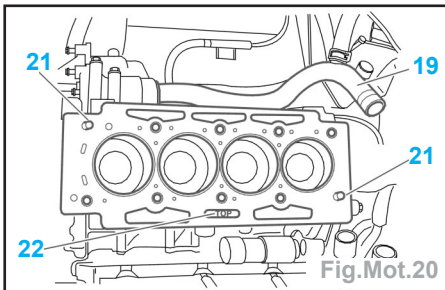

Fig.Mot.20
- Vérifier la présence des goupilles (21) (Fig.Mot.20).